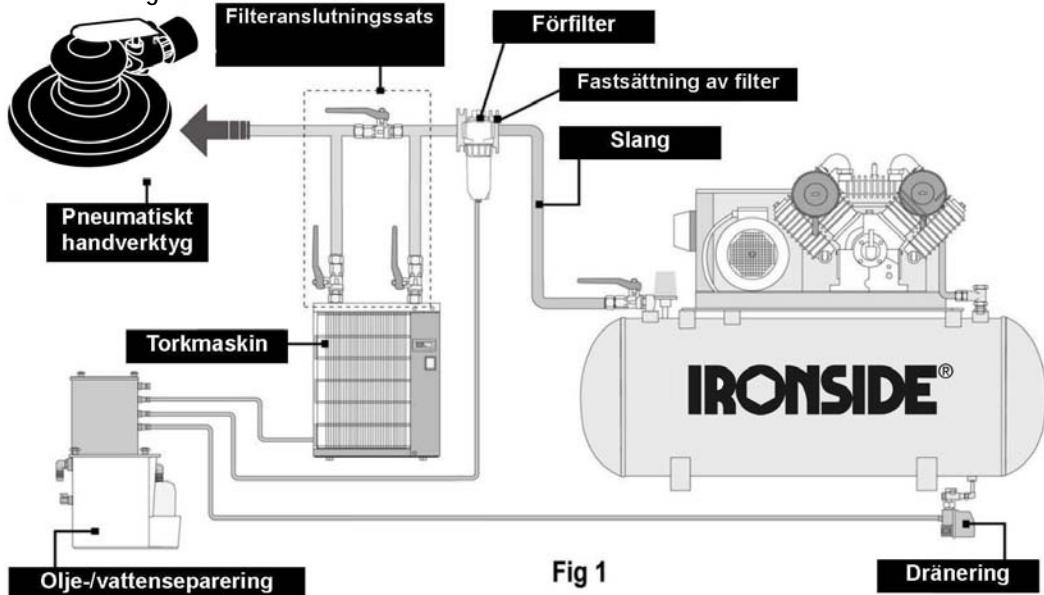

Fig 1
8. Torka av verktygets filter (fig. 1) och luftinlopp.